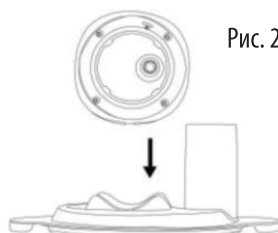

Рис. 2
2. Закройте крышку и выровняйте её положение. Совместите ротор из нержавеющей стали на основании двигателя с положением вала ножа и установите его на крышку, убедившись, что он полностью установлен и надёжно закреплён (Рис.2).